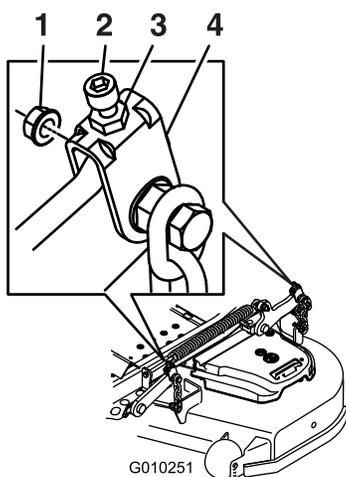

Figure 91
11. Pour les tabliers de coupe montrés à la Figure 91, ajustez précisément le serrage de l'écrou de réglage sur l'ensemble de relevage du tablier avant (Figure 91).
17. Ajustez précisément la vis de réglage en la tournant jusqu'à obtention d'une hauteur de 8,3 mm (3-1/4 po) (Figure 91).